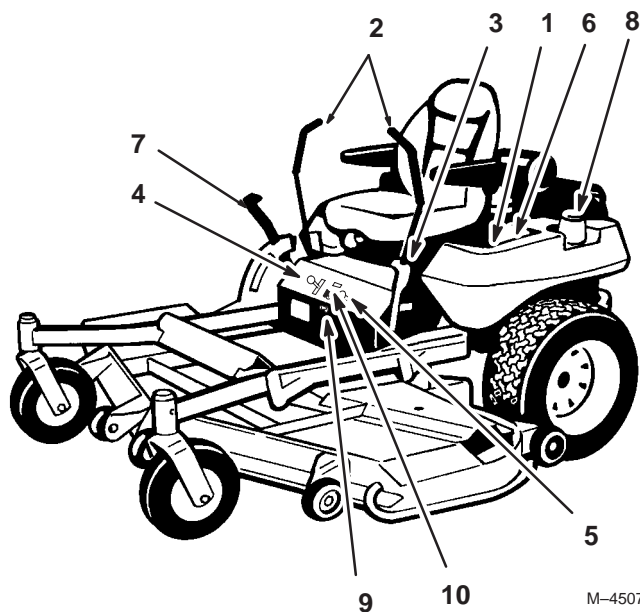

Figure 10
Avant de mettre le moteur en marche et d'utiliser la machine, familiarisez-vous avec toutes les commandes (Fig. 10).
1. Mettez les leviers de commande de déplacement (Fig. 10) en position de verrouillage du point mort.